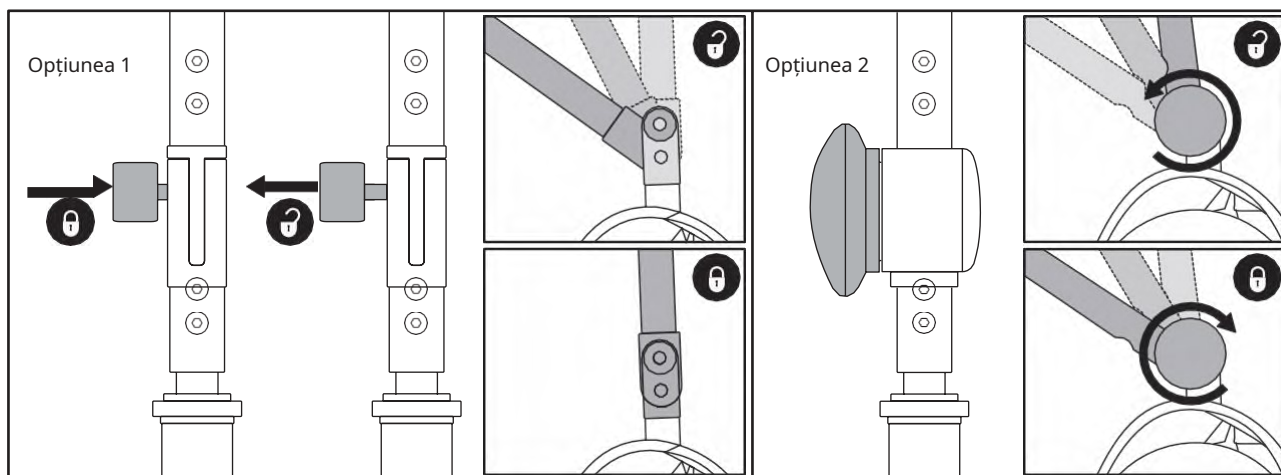

Figura 4. Buton de reglare a volanului
1. După ce ați scos scaunul și cutia bateriei (vezi „Proceduri de dezasamblare” pe pagina anterioară), coborâți ghidonul și strângeți mânerul de reglare al ghidonului. Vedeți Figura 4.
3. Ridicați volanul și fixați mânerul de reglare a volanului. Vedeți Figura 4.